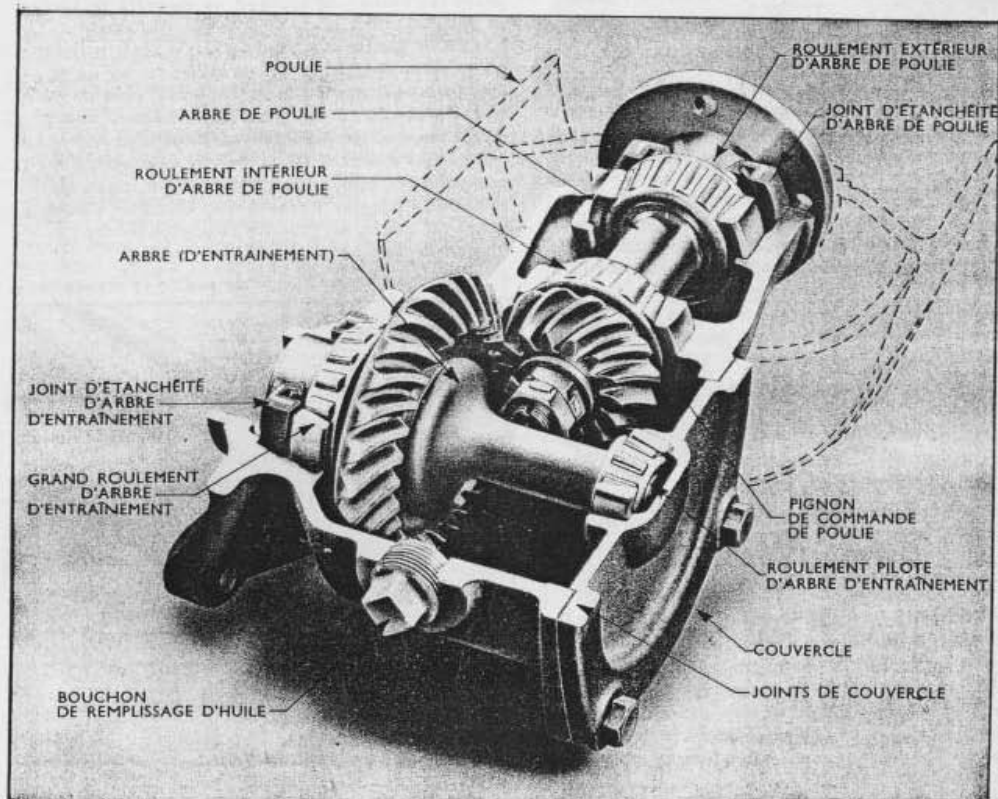

Fig. 7
5. Redresser les pattes de l'arrêtoir se trouvant entre les deux écrous de blocage à l'extrémité intérieure de l'arbre de poulie (voir FIG. 7). Déposer les écrous de blocage, la rondelle de blocage et la rondelle plate afin de pouvoir retirer l'arbre de poulie du carter; s'il y a lieu, utiliser un mandrin spécial de laiton ou de cuivre qu'on appuiera contre la bride de l'arbre. Quand on extrait l'arbre du carter, il se dégage tout d'abord du renvoi d'angle puis du roulement intérieur qui restent à l'intérieur du carter; au contraire, le roulement extérieur vient avec l'arbre, entraînant également le joint d'étanchéité. Une fois l'arbre retiré du carter, en extraire le pignon de renvoi d'angle et le roulement conique intérieur.
Le pignon de renvoi d'angle qui fait corps avec l'arbre d'entraînement et le pignon de commande d'arbre de poulie (voir FIG. 7) constituent
1. Pour changer le joint d'étanchéité de carter, utiliser l'outil T. 7087 avec la poignée 550; introduire l'outil par l'ouverture du couvercle de carter et placer le joint dans le logement prévu à cet effet dans le carter. S'assurer que le bord étanche du joint regarde vers l'intérieur du carter (voir FIG. 7).